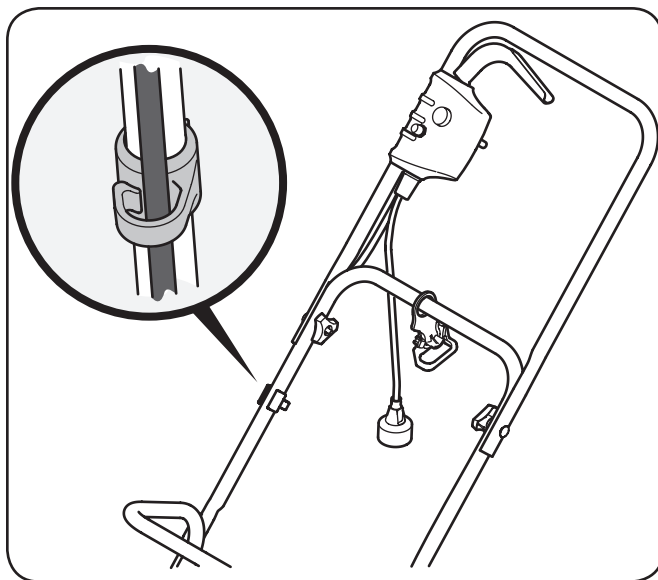

Figura 3-5
6. Asegure el cable del motor a la guía del cable. Consulte la Figura 3-5.